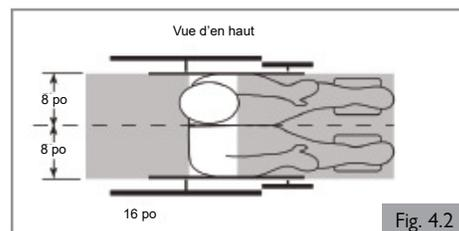

Fig. 4.2
3. Les zones de dégagement recommandées pour les occupants de fauteuil roulant retenus à la fois par des ceintures de bassin et du torse supérieur ou uniquement par une ceinture de bassin sont indiquées et décrites dans les diagrammes ci-dessous (Fig. 4.2 et 4.3). Les zones de dégagement avant doivent être plus importantes lorsque la ou les ceintures du torse supérieur ne sont pas utilisées. La zone de dégagement arrière de 40,5 cm se mesure à partir du point le plus en arrière de la tête d'un occupant ; elle doit être de 66 cm lorsqu'une ceinture de retenue du bassin et une ceinture de retenue du torse sont utilisées et de 94 cm lorsqu'une ceinture de retenue du bassin seulement est utilisée. Il se peut que la zone de dégagement frontal ne soit pas applicable pour les conducteurs assis en fauteuil roulant.